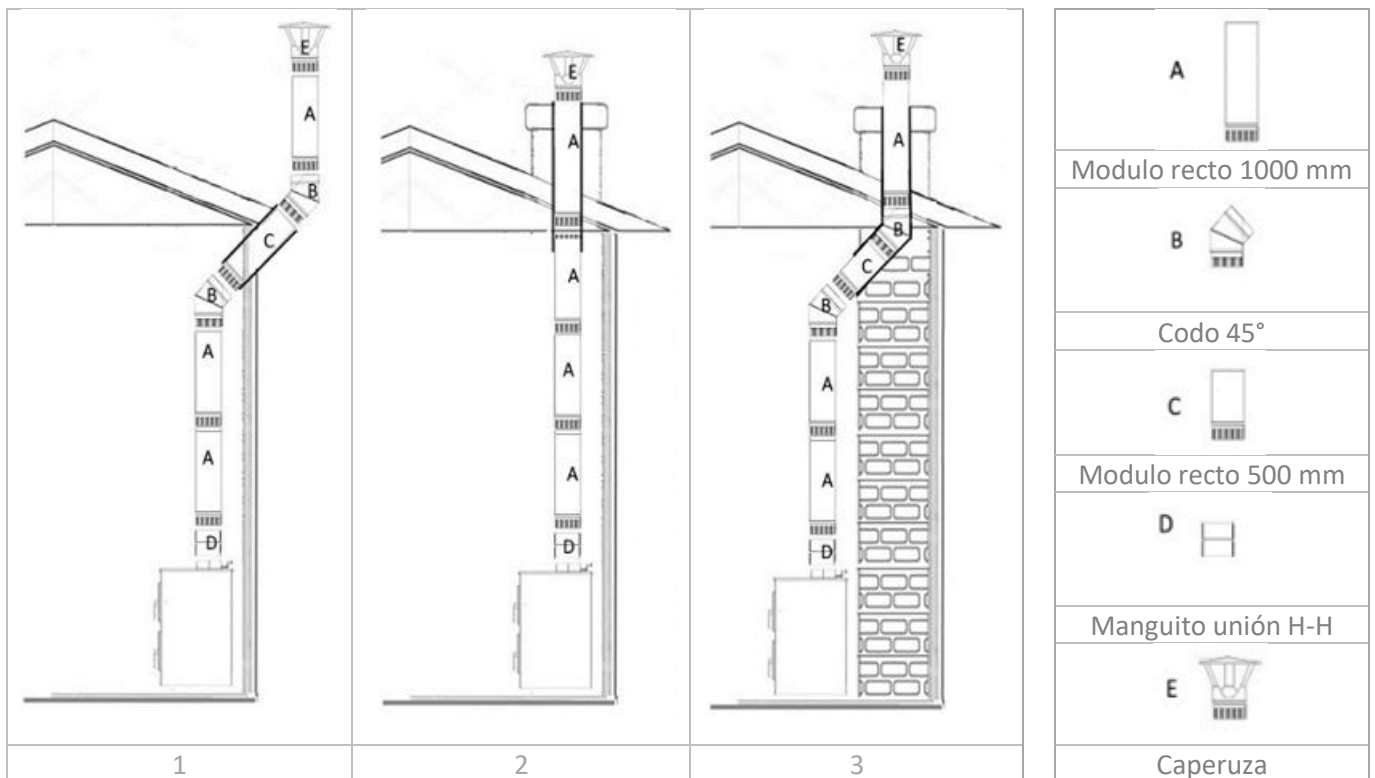

Figura 2
- 3. TRAMO VERTICAL (A).** La longitud total requerida de tubo vertical hasta el tejado para un tiro natural (depresión de los humos) puede ser diferente en cada instalación con dependencia de diversos factores, pero por lo general puede oscilar desde los 4 m hasta 6 m aproximadamente. No obstante, se garantiza un funcionamiento óptimo del aparato con una depresión mínima en torno a ± 15 Pa (pascales).
- 4. CURVAS (B).** Si existe la necesidad de uso de curvas (*véase el dibujo 1 y 2 de la figura 2*), se proveerá una conexión de los conductos mediante codos. Estos podrán ser de hasta 45° y no deben sufrir estrechamientos. Además, se atenderá lo siguiente:
- 5. TRAMO HORIZONTAL (C).** El conducto de unión o tramo horizontal de la chimenea deberá diseñarse con la mínima longitud posible y evitando al máximo los cambios de dirección y de sección y conforme a esto se atenderá lo siguiente:
- 6. MANGUITO UNION (D).** Para la correcta unión del conducto vertical con el collarín m (macho) de salida de humos de la estufa se requiere un manguito h/h (hembra/hembra) de tal modo que el extremo m (macho del tubo vertical quede hacia abajo).
- 7. REMATE DE LA CHIMENEA (E).** Para el correcto funcionamiento de la evacuación de humos y evitar la acción del viento se requieren unas distancias mínimas del remate de la chimenea. Véase la siguiente figura: